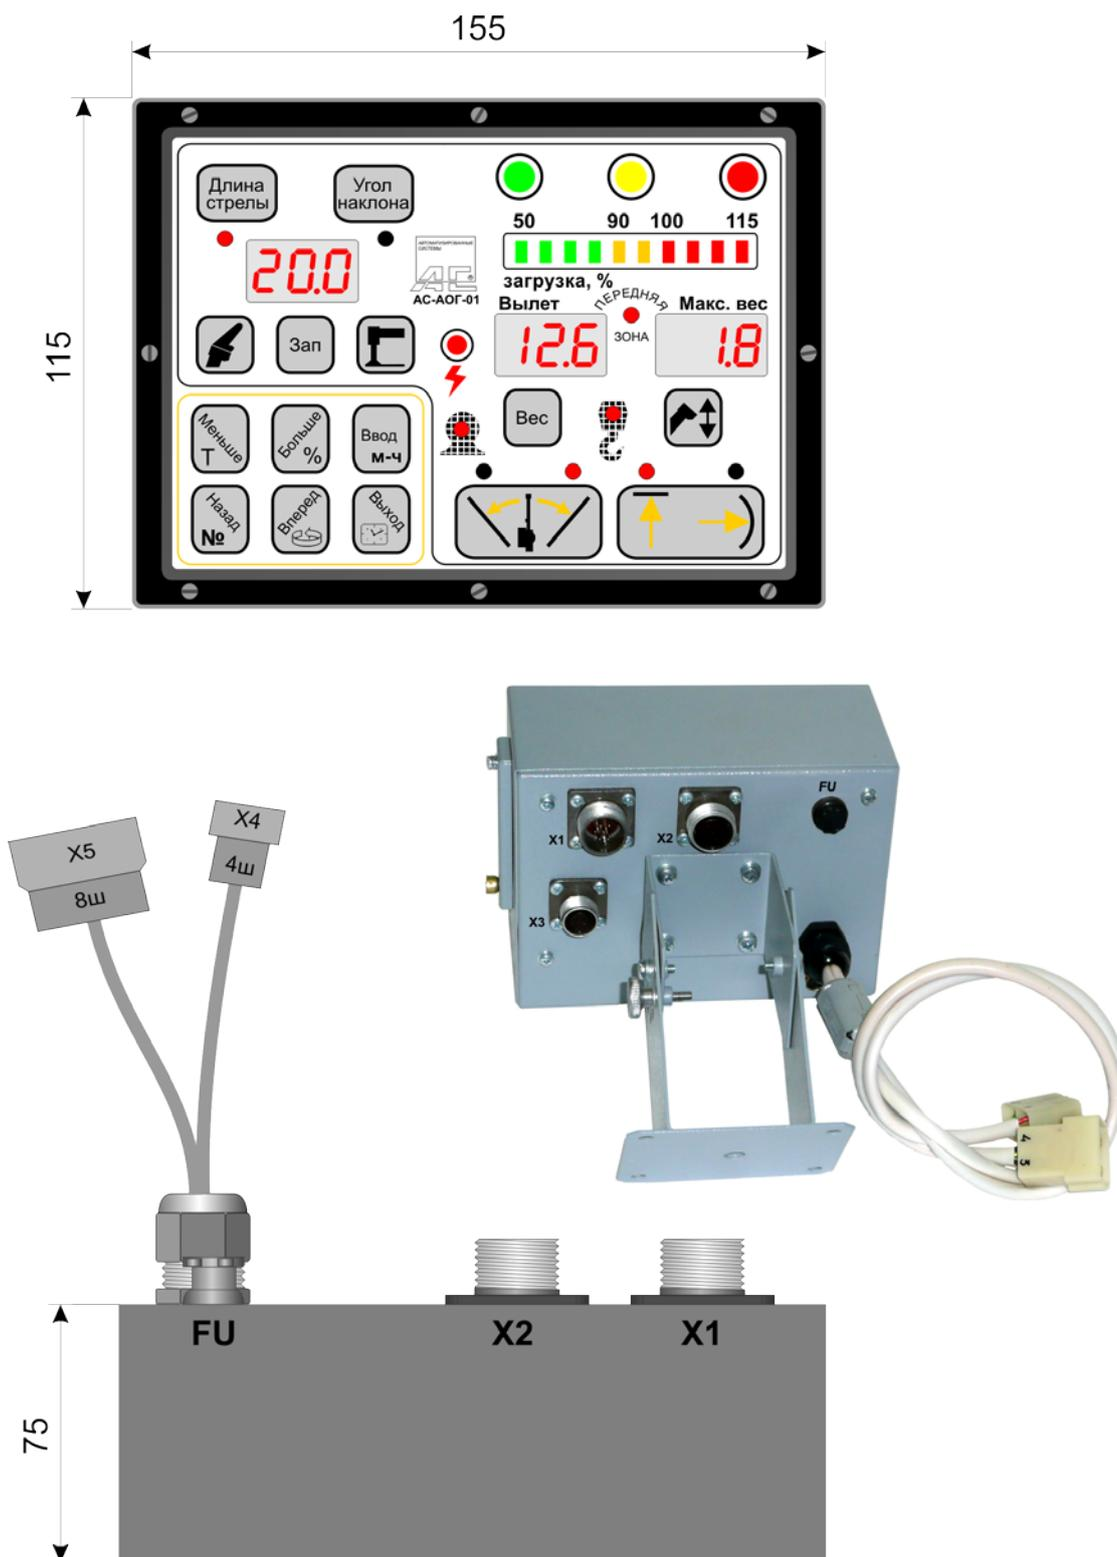
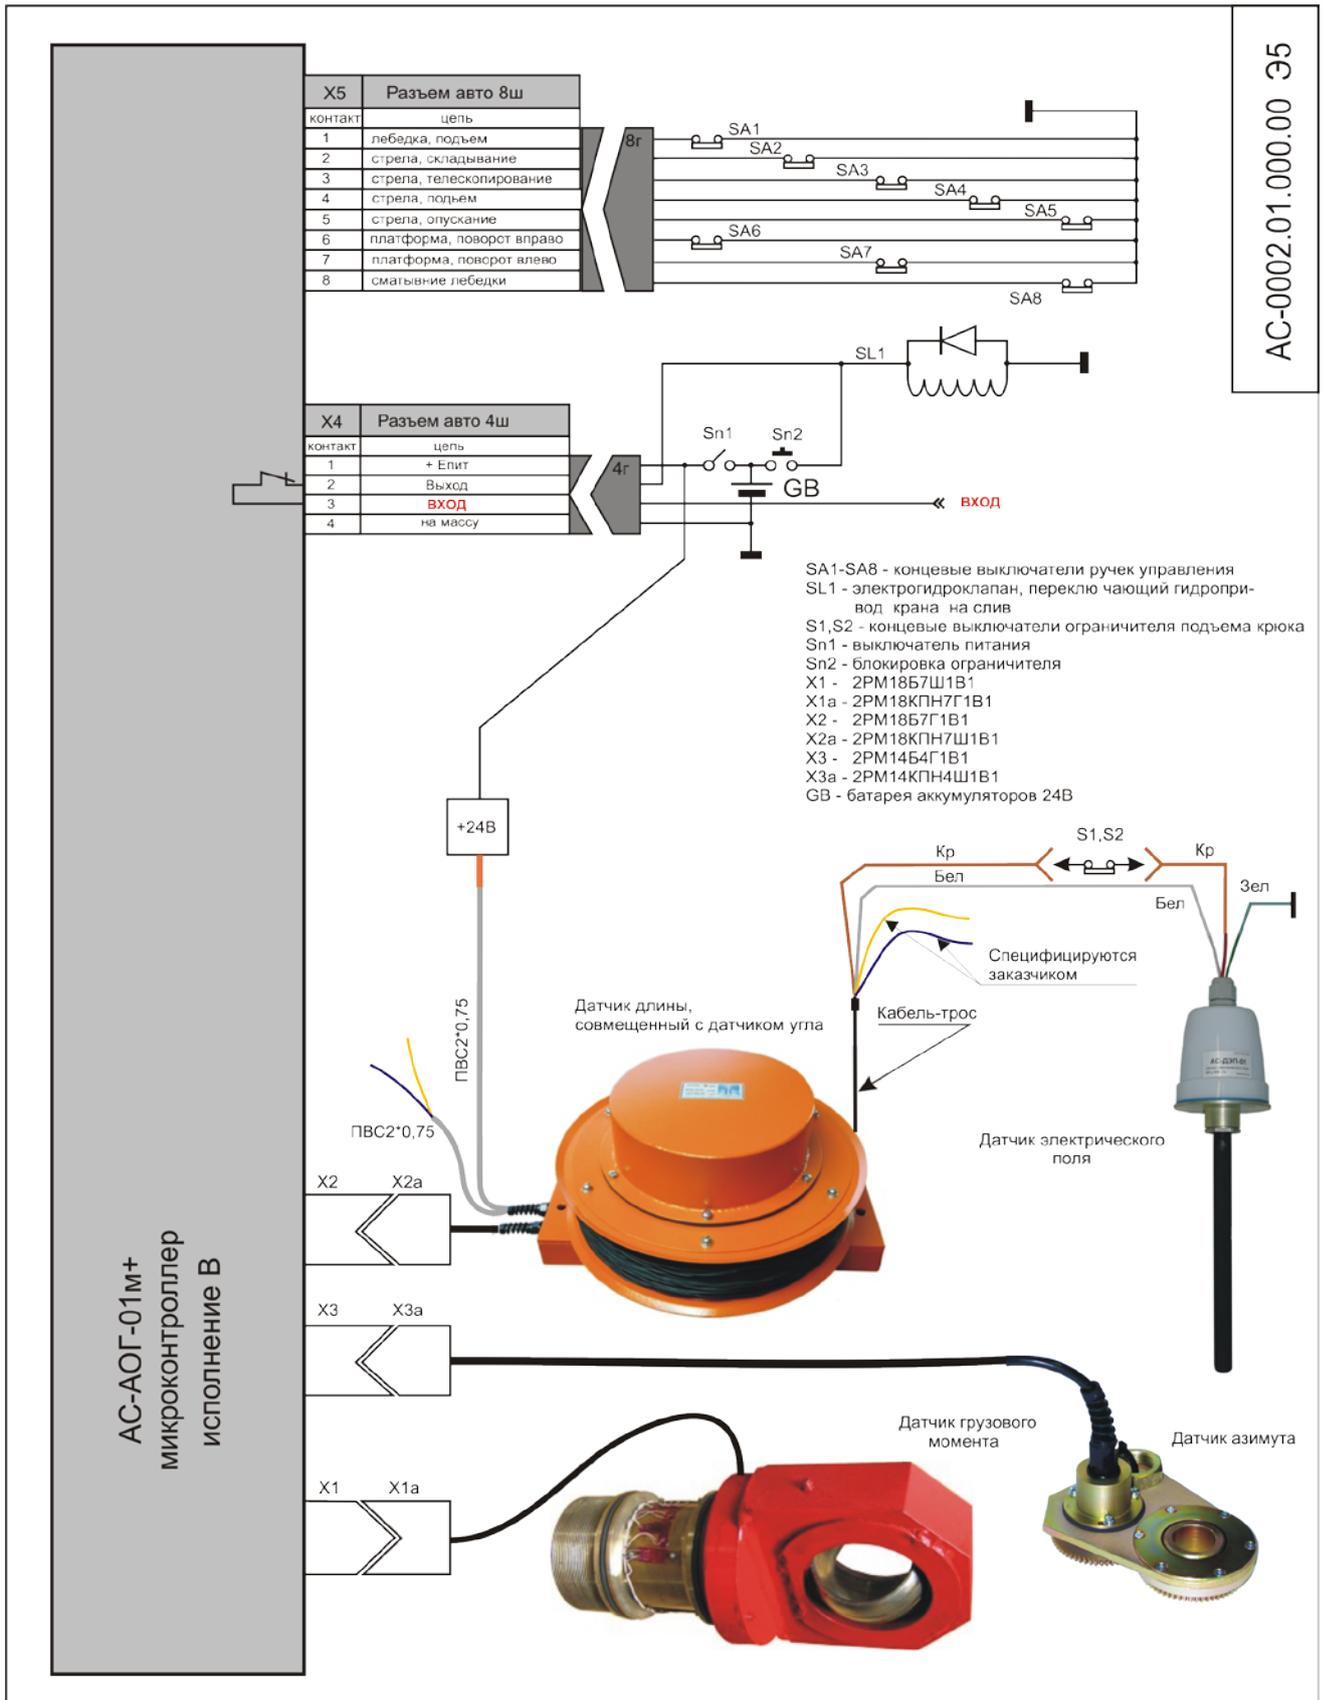

Рис.2
Рис.3
| 1) блок АОГ, включающий "Регистратор параметров" | 1 шт, рис.2; |
6.1. Описание работы проводится по схеме подключения рис.3.
Подсоединение АОГ к электрооборудованию крана должно быть произведено в соответствии со схемой подключения рис.3, а именно к разъемам Х4,Х5 расположенным на тыльной стороне блока АОГ (рис.2), на задней стенке.
6.4. Блок АОГ включает в себя модуль индикации и управления (одна плата), вычислительный модуль, модуль ввода цифровых и аналоговых сигналов, модуль АЦП, модули "Регистратора параметров", блока питания и реле (все на одной плате), рис.2.
В обычной практике применения крана достаточно использовать подключение по схеме Рис.3.
7.4. Подключение составных частей, а также подключение системы АОГ к системе электрооборудования крана производите в соответствии со схемой подключения АС-0002.00.000.00м Э5, рис.3.